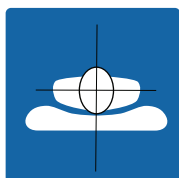

Figure 2 – Centrer le patient
5. Centrer le patient sur la surface de support (Figure 2).